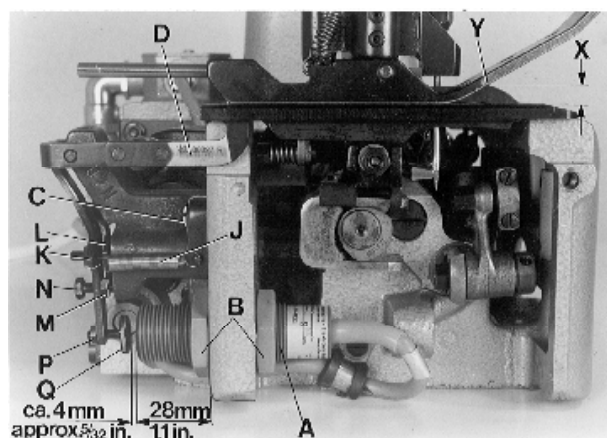
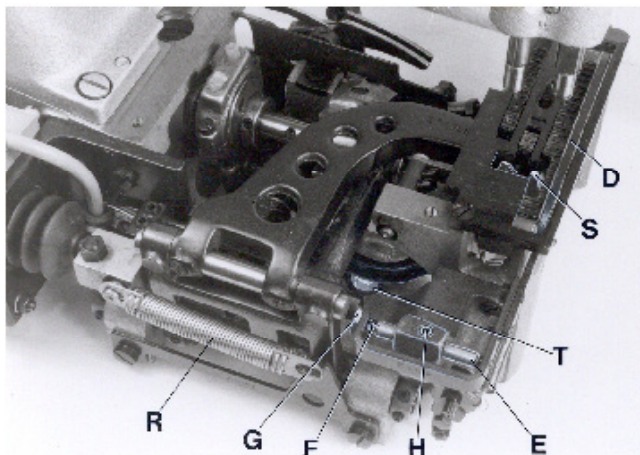

Fig. 14
Fig. 15
Remove cloth plate and left end cover. Mount the electronic proximity switch (A, Fig. 14) to the dimension of 28 mm (1.1"), as shown in Fig. 14.
The feeler (D, Figs. 14 and 15) is adjusted initially with the two fastening screws (C, Fig. 14) for the feeler support bracket.
The feeler (D, Figs. 14 and 15) should not have any lateral play but should turn readily. For this, adjust the centering shaft (E, Fig. 15) with centering screw (F) and lock nut (G) accordingly.
Loosen screw (H, Fig. 15) and center the feeler (D) in the throat plate and presser foot slot, by moving the centering shaft (E) laterally. The feeler must turn readily. Retighten screw (H).
Hang in tension spring (J, Fig. 14).
The feeler should be set as high as possible. The dimension (X, Fig. 14) between upper throat plate surface and upper edge of feeler at the bag entrance zone, should not be less than 7 mm (.276") on styles 80800RN, RLN, RLMN, SN and SLN, and not less than 7.5 mm (.295") on styles 80800TLN, TALN, UN, UAN, ULN and UALN.
For adjustment loosen nut (K, Fig. 14) and turn-off screw (L), so that the head of screw does not contact the magnet in the feeler support bracket. Loosen nut (M) and turn the feeler stop screw (N) in or out, as required, to adjust the correct feeler height.
NOTE: When the presser foot rests on the throat plate (feed dog below throat plate), the distance between upper edge of feeler and lower edge of the feeler slot cut-out in the presser foot (see Y, Fig. 14) should be approx. 1 mm (.040") on styles 80800RN, RLN, RLMN, SN and SLN, and approx. 2 mm (.080") on styles 80800TLN, TALN, UN, UAN, ULN and UALN. Secure the set feeler height with lock nut (M, Fig. 14).
Entfernen Sie die Stoffplatte und das linke Abschlußblech. Montieren Sie den elektronischen Annäherungsschalter (A, Fig. 14), wie in Fig. 14 gezeigt, auf das Maß 28 mm.
Mit den beiden Befestigungsschrauben (C, Fig. 14) für den Taster-Lagerbock wird der Taster (D, Fig. 15 und 15) vorläufig ausgerichtet.
Der Taster (D, Fig. 15 und 15) darf kein seitliches Spiel haben, muß sich aber ganz leicht drehen. Stellen Sie dazu die Zentrierachse (E, Fig. 15) mit dem Zentrierstift (F) und die Zentrierachse (E, Fig. 15) mit dem Zentrierstift (F) und der Kontermutter (G) entsprechend ein.
Lösen Sie die Schraube (H, Fig. 15) und vermitteln Sie den Taster (D) durch seitliches verschieben der Zentrierachse (E) im Stichplatten- und Drückfußschlitz. Der Taster muß sich frei bewegen können. Ziehen Sie die Schraube (H) wieder an.
Hängen Sie die Zugfeder (J, Fig. 14) ein.
Der Taster soll so hoch wie möglich eingestellt sein. Das Maß (X, Fig. 14) zwischen Stichplattenoberfläche und Tasteroberkante in der Sackeinlaufzone darf bei den Maschinen 80800RN, RLN, RLMN, SN und SLN nicht kleiner als 7 mm und bei den Maschinen 80800TLN, TALN, UN, UAN, ULN und UALN nicht kleiner als 7,5 mm sein.
Zur Einstellung lösen Sie die Mutter (K, Fig. 14) und drehen die Schraube (L) soweit zurück, daß der Schraubenkopf den Magneten im Taster-Lagerbock nicht berühren kann. Lösen Sie die Mutter (M) und drehen Sie die Taster-Anschlagschraube (N) entsprechend ein oder aus bis die richtige Tasterhöhe erreicht ist.
BEACHTEN SIE: Wenn der Drückfuß auf der Stichplatte aufliegt (Transporteur unter der Stichplatte), soll zwischen Oberkante Taster und Unterkante Tasteraussparung im Drückfuß (siehe Y, Fig. 14) bei den Maschinen 80800RN, RLN, RLMN, SN und SLN ein Abstand von etwa 1 mm und bei den Maschinen 80800 TLN, TALN, UN, UAN und UALN ein Abstand von etwa 2 mm sein. Sichern Sie die eingestellte Tasterhöhe durch Kontern der Mutter (M, Fig. 14).
The switching pressure on the feeler is set with screw (K, Fig. 14). Turn screw (K) slowly towards the magnet in the feeler support bracket, until its head just contacts the magnet, then turn it back 1/2 turn, so that the feeler moves freely and the screw head is within the range of influence of the magnet.
NOTE: The closer the head of screw (K, Fig. 14) to the magnet the higher the switching pressure on the feeler. Secure the position of screw (K) with lock nut (L).
The electrical switching point of the proximity switch (A, Fig. 14) is determined by screw (Q, Fig. 14). The distance between screw head and the face of the proximity switch is approx. 4 mm (5/32") (see Fig. 14), when the feeler is in home position. This distance of 4 mm (5/32") is not exactly the same for all switches. Connect the machine electrically. With feeler in home position set the proper switching point as follows:
Loosen nut (P, Fig. 14). Turn screw (Q) away from switch, until the switch switches on. Then turn screw (Q) slowly towards the switch, until the switch switches off. Now turn screw (Q) a further 1/2 turn towards the switch. Secure this position of screw (Q) with lock nut (P).
When the solenoid on styles 80800RN and SN or the air cylinder on styles 80800RLN, RLMN, and SLN for the chain cutter (S, Fig. 15) is not activated and the chain cutter is in its home position below the throat plate, the knife tips of the chain cutter (S) should be positioned 0.5 mm (.020") below the throat plate top surface.
To obtain this setting, adjust the knife lever stop screw with lock nut (T, Fig. 15) in the bottom of the bed casting accordingly. The slotted thread end of screw (T) is accessible from the bottom of the bed casting for adjustment.
In cutting position, above the throat plate, the cutting edges of the chain cutter (S, Fig. 15) should overlap by 0.3 mm (.012") to assure a proper thread chain cutting.
On styles 80800RN and SN with solenoid operated chain cutter the core of solenoid (C, Fig. 16) must rest firmly on the solenoid (D) while adjusting the overlapping of the knife cutting edges of the chain cutter. Unhook pull-back spring (R, Fig. 15) and press the solenoid rod against the solenoid until the core of solenoid (C, Fig. 16) butts on the solenoid (D). Loosen nut (A, Fig. 16) and move clamp (B) on the solenoid rod to the left or right, until the cutting edges overlap approx. 0.3 mm (.012"). Retighten nut (A) and replace pull-back spring (R, Fig. 15).
Der Schaltdruck am Taster wird mit der Schraube (K, Fig. 14) eingestellt. Drehen Sie die Schraube (K) langsam gegen den Magneten im Taster-Lagerbock, bis der Schraubenkopf gerade am Magneten anliegt. Dann drehen Sie die Schraube 1/2 Umdrehung zurück, so daß der Taster leichtgängig bleibt und der Schraubenkopf im Einflußbereich des Magneten ist.
BEACHTEN SIE: Je näher der Schraubenkopf der Schraube (K, Fig. 14) am Magneten ist, umso höher ist der Schaltdruck am Taster; Sichern Sie die Stellung der Schraube (K) durch Kontern der Mutter (L).
Mit der Schraube (Q, Fig. 14) wird der elektrische Schaltpunkt des Annäherungsschalters (A, Fig. 14) bestimmt. Der Abstand zwischen Schraubenkopf und Stirnfläche des Annäherungsschalters beträgt in Ruhestellung des Tasters etwa 4 mm (siehe Fig. 14). Dieser Abstand von 4 mm ist nicht bei allen Schaltern genau gleich. Schließen Sie die Maschine elektrisch an. Der genaue Schaltpunkt wird in Ruhestellung des Tasters wie folgt eingestellt: Lösen Sie die Mutter (P, Fig. 14). Drehen Sie die Schraube (Q) vom Schalter weg bis der Schalter einschaltet. Dann drehen Sie die Schraube (Q) langsam zum Schalter hin, bis der Schalter ausschaltet. Drehen Sie dann die Schraube (Q) noch 1/2 Umdrehung weiter zum Schalter hin. Sichern Sie die Stellung der Schraube (Q) durch Kontern der Mutter (P).
Wenn der Elektromagnet bei den Maschinen 80800RN und SN, oder der Luftzylinder bei den Maschinen 80800RLN, RLMN und SLN für die Kettenschere (S, Fig. 15) nicht aktiviert ist und die Kettenschere in ihre Ausgangslage unter der Stichplatte ist, sollen die obersten Messerkanten der Kettenschere (S) etwa 0,5 mm unter der Stichplattenoberfläche stehen.
Stellen Sie dazu die Messerhebel-Anschlagschraube mit Kontermutter (T, Fig. 15) unten im Gehäusefuß entsprechend ein. Das geschlitzte Gewindeende der Schraube (T) ist zur Einstellung von der Unterseite des Gehäuses aus zugänglich.
In Schneidstellung über der Stichplatte sollen sich die Messerschneiden der Kettenschere (S, Fig. 15) etwa 0,3 mm überlappen, damit die Fadenkette einwandfrei abgeschnitten wird.